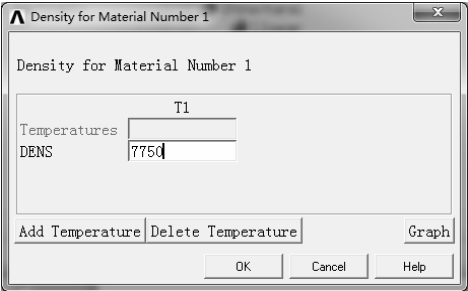

图 7-17 “Density for Material Number1”对话框
3) 在右侧列表中选择“Density”，弹出“Density for Material Number1”对话框，在“DENS”文本框中输入密度为 7750，如图 7-17 所示。单击“OK”按钮确认。